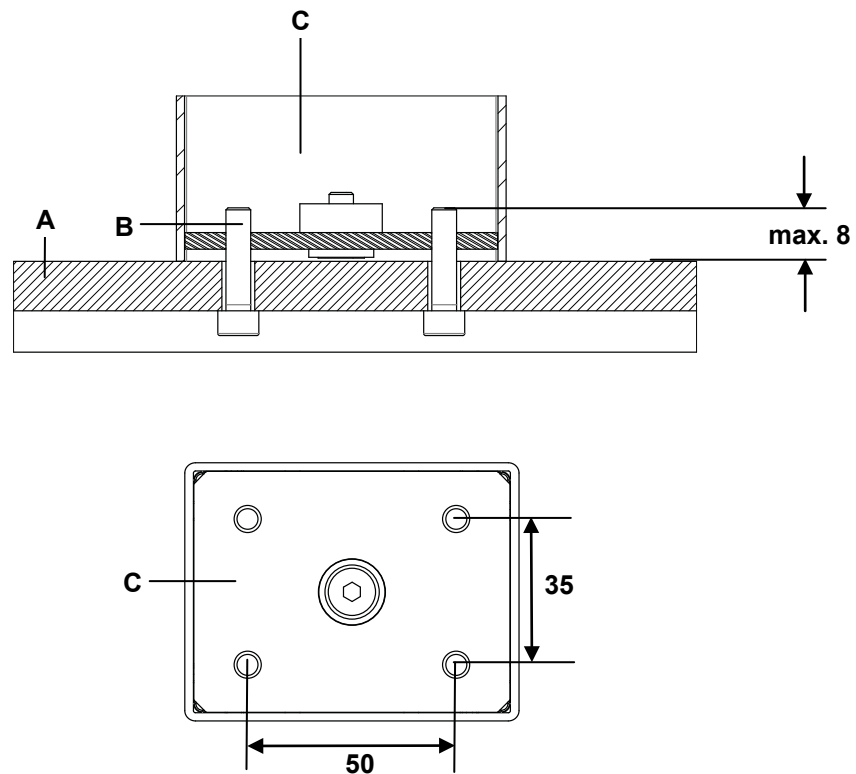
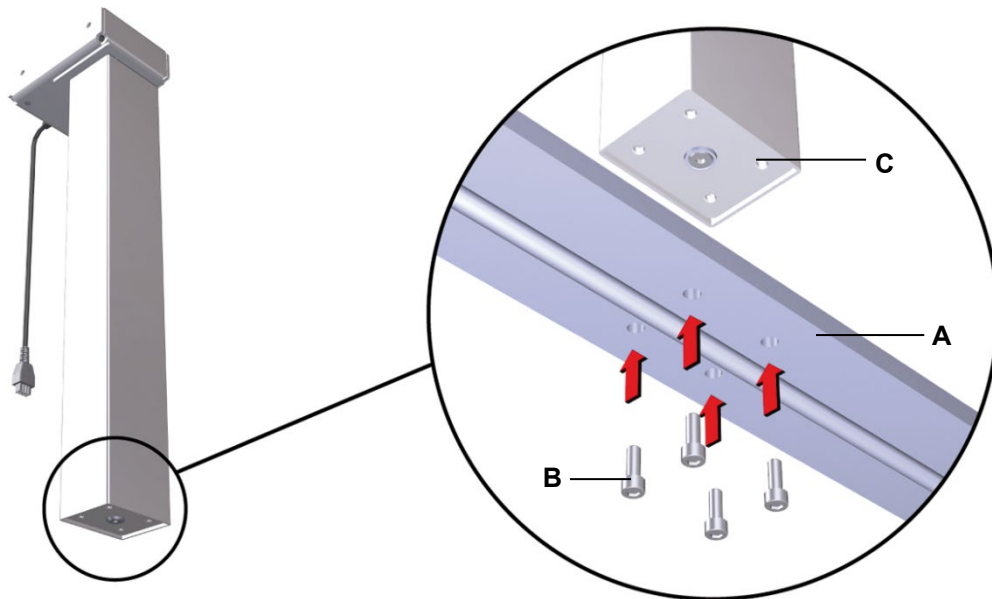

Abbildung 22 Montage Tischfuß (Variante B) (Angaben in mm)
Abbildung 23 Beispiel: Montage Tischfuß (Variante B)
- Verwenden Sie Zylinderschrauben M6 (Festigkeitsklasse 8.8), wie in Abbildung 22 gezeigt. Das Anzugsdrehmoment darf maximal 10 Nm betragen.
- 1 Schrauben Sie den Tischfuß mit vier Schrauben an das Fußende der Hubsäulen DD11S / DD21S, wie in Abbildung 23 gezeigt (maximales Anzugsdrehmoment 10 Nm). Die Montagemaße entnehmen Sie Abbildung 22.